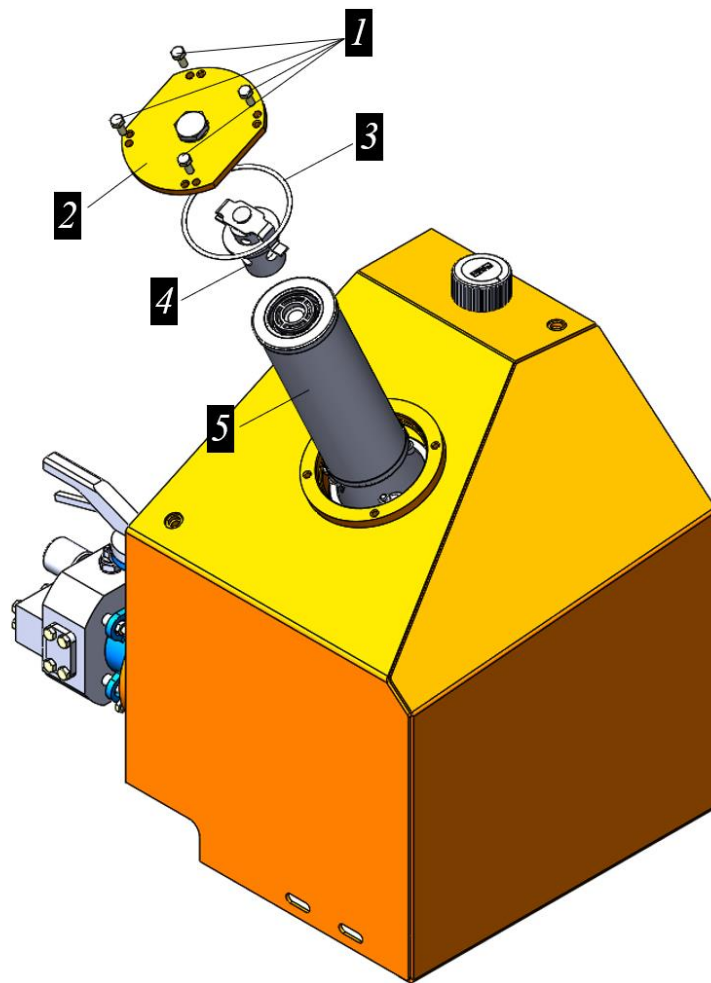

Рисунок 3.100. Процедура замены фильтра в сливной линии
- Очистить крышку фильтра 2 сливной линии и зону рядом с ней от загрязнений рис. 3.100.
- Выкрутить 4 винта 1, крепящие крышку фильтра 2 к баку рис. 3.100.
- Снять крышку фильтра 2, извлечь клапан 4 из корпуса фильтра, вытащить фильтрующий элемент 5 рис. 3.100.
- Установить новый фильтрующий элемент 5, клапан 4 и крышку фильтра 2 рис. 3.100. Крышку 2 притянуть болтами 1. Для равномерного распределения усилия затяжки, болты затягивать крест-накрест.